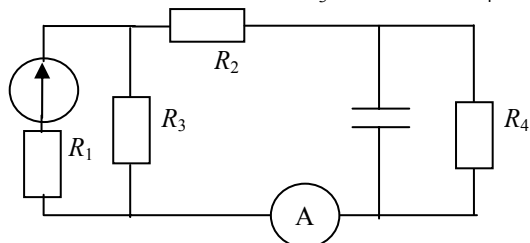

Рис. 3.18
3.2.6. Методом эквивалентного генератора напряжения определить показания амперметра, включенного в электрическую цепь (рис. 3.18), если